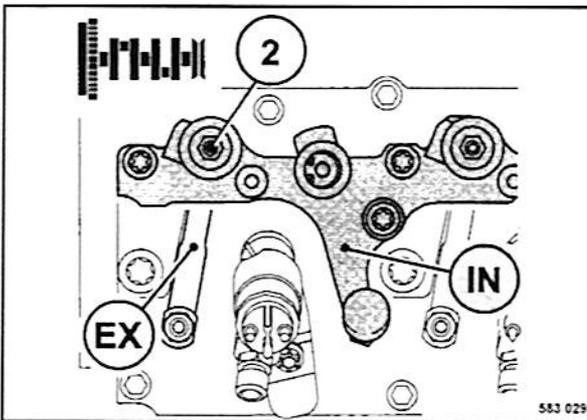

Fig. 173
- Colocar el disco del ángulo de giro y pieza de la llave de enchufe sobre el tornillo de ajuste 2 (Fig. 173).